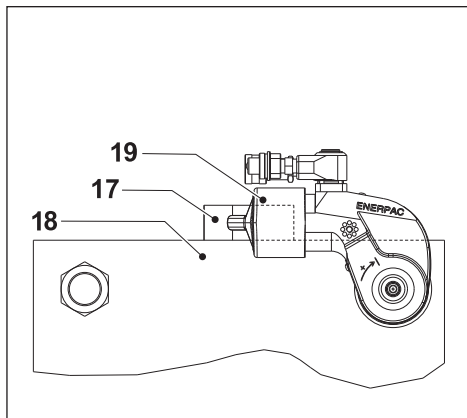

Рис. 10
4.3.2 Использование удлиненной опорной рукоятки (рис. 10)
- Установите упор (17) удлиненной опорной рукоятки (19) серии SRS на подходящую опорную точку (18). Опорная точка будет уравнивать силу, возникающую при работе инструмента.